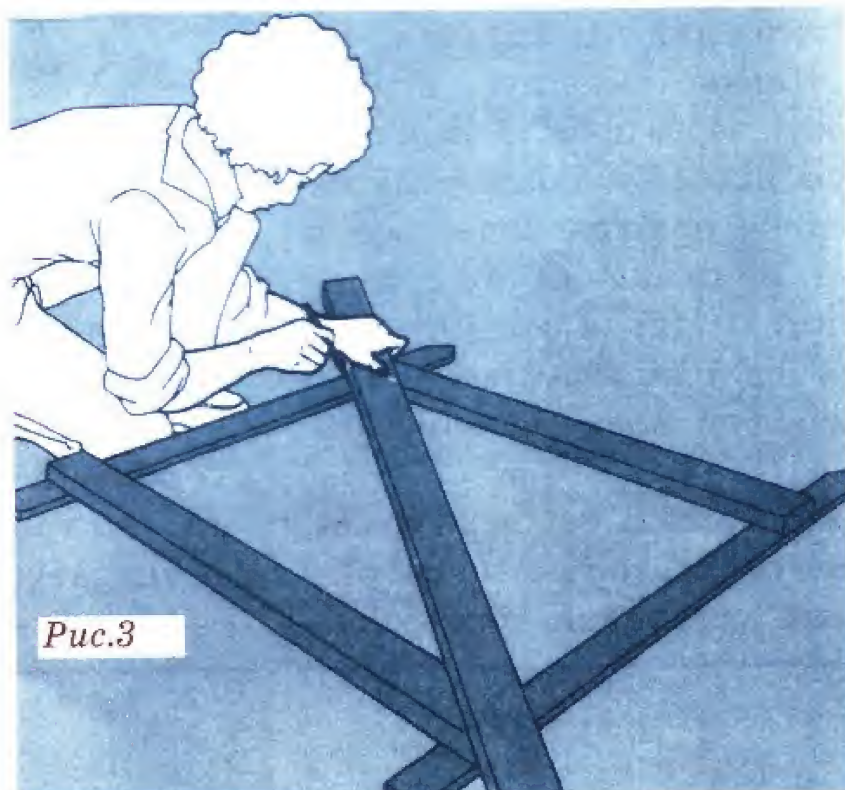

Рис.3
2. Зміцнення рами (рис.3). Роблять розмітку дошки перерізом 100х50 мм і відрізають розкіс, скошуючи його краї для установки по діагоналі між верхнім кутом дверей хвіртки з боку запору і нижнім кутом з боку встановлення петлі. Закріплюють розкіс на поперечинах рами цвяхами, які вбивають під кутом, відступаючи від кожного краю на 50 мм.